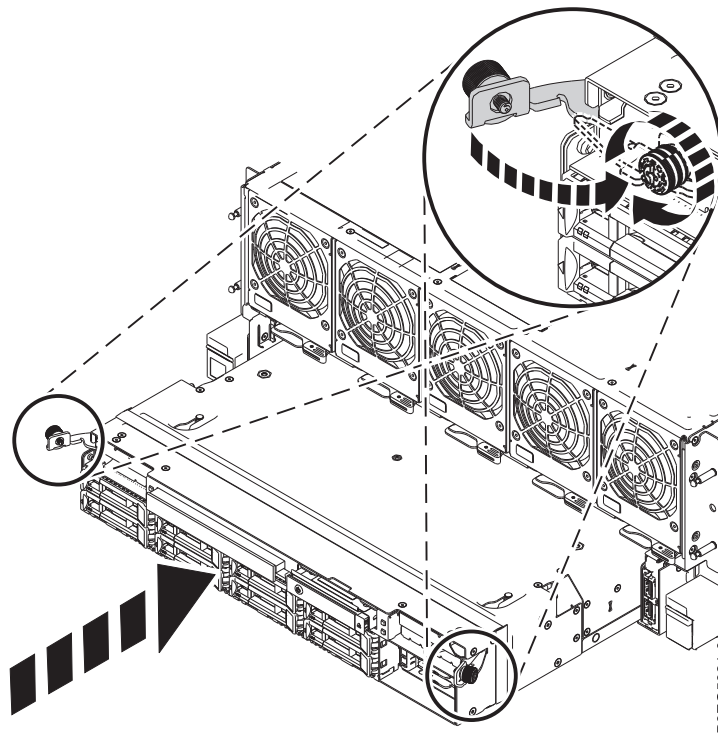

Figure 14. Remise en place du fond de panier d'unité de disque à l'avant du châssis du système
3. Appuyez sur les taquets de verrouillage et serrez les vis, comme illustré à la figure 14.